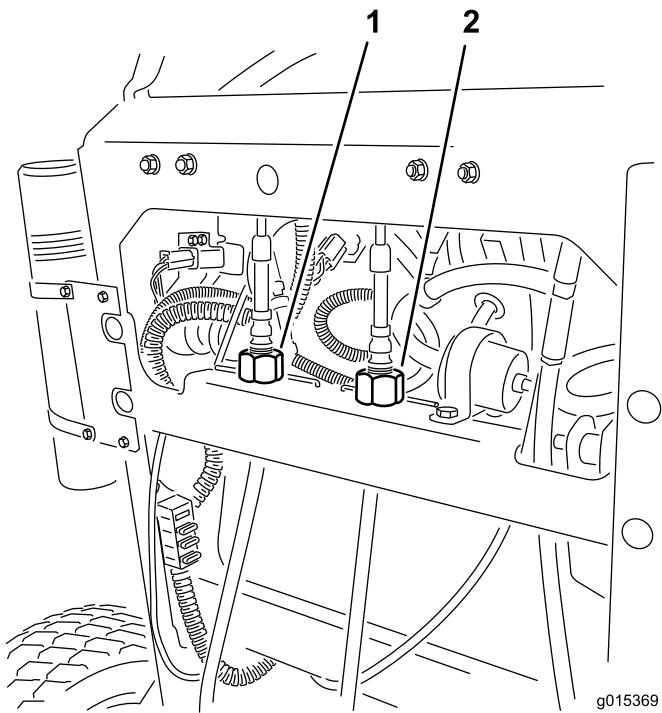

図 28
6. 左ホイールの速度が右ホイールの速度と同じになるように左側ケーブル調整部を回して調整する。つまみは1/4回転ずつ回して、直進できるまで少しづつ調整を進める (図 28)。